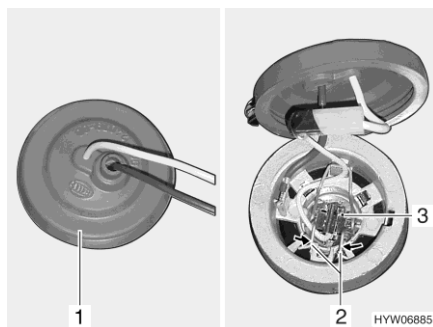

Fig. 215 Projecteur antibrouillard
- Retirer le capuchon en caoutchouc (Fig. 215,1) du boîtier de la lampe situé à l'arrière du projecteur antibrouillard.
- Basculer l'étrier métallique (Fig. 215,2) et le décrocher du support.
- Retirer l'ampoule (Fig. 215,3) et le câble du boîtier de la lampe.